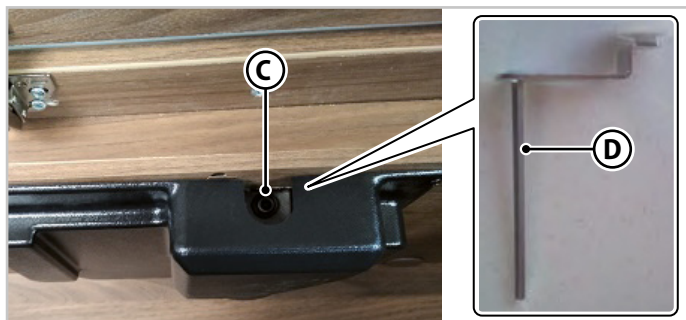

Fig.6.16 - Desbloqueio elétrico da cama tipo A
2. Na parte da frente do motor, inserir a chave **(D)** - Fig.6.16) no interior do parafuso **(C)** - Fig.6.16) para o movimento manual.